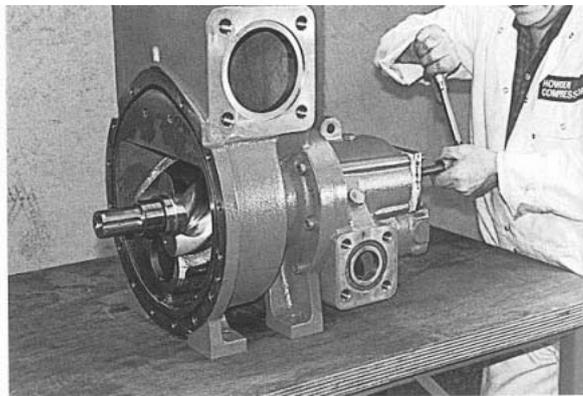

Рис. 64
40. Повторите эту же процедуру с ротором "мама". (Рис. 64)